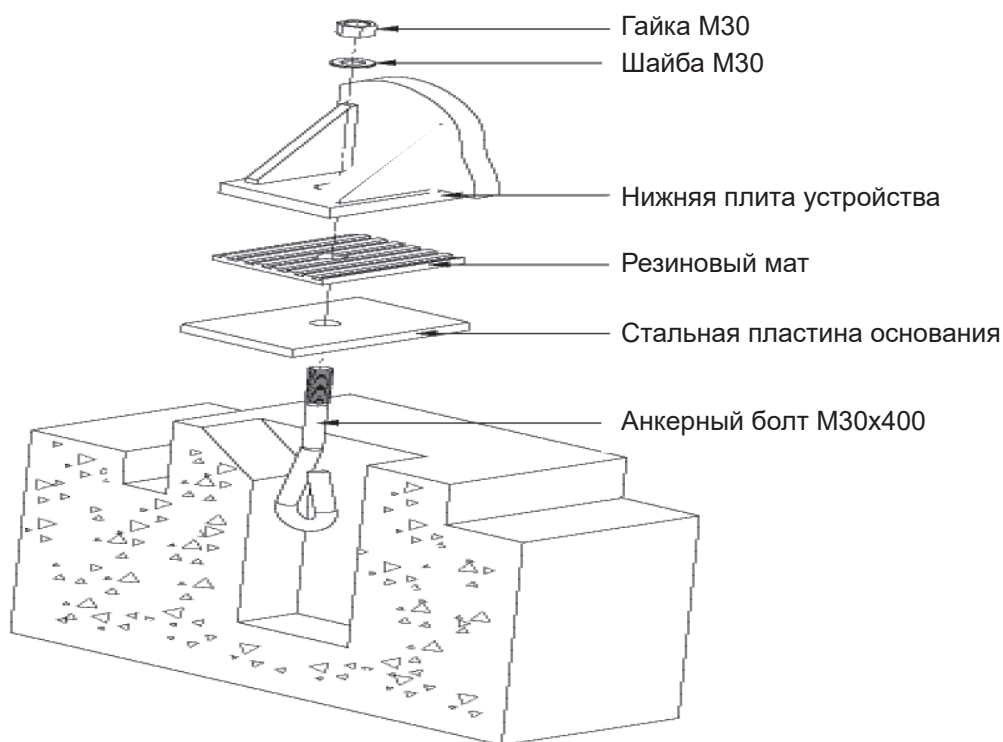

Рис. 3.4. Монтаж основания устройства
2. Подготовьте детали и приспособления, показанные на рис. 3.4.